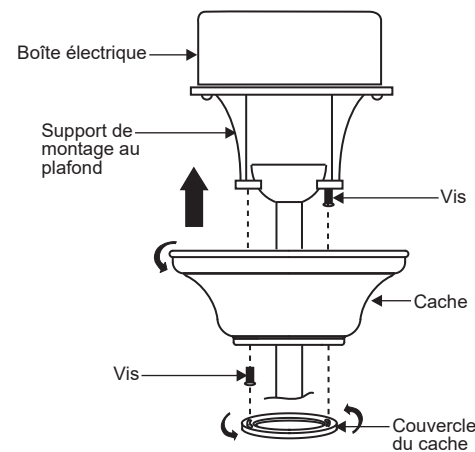

Fig. 15
Étape 2. Faites glisser le cache jusqu'au support de montage et placez l'une des fentes en forme de trou de serrure au-dessus de la vis de montage sur le support de montage. Tournez le cache jusqu'à ce que la tête de la vis soit verrouillée en place à la section étroite du trou de serrure. Voir la figure 15.
REMARQUE : Régler les vis du cache au besoin jusqu'à ce que le cache et le couvercle du cache soient ajustés correctement. (Fig. 15)